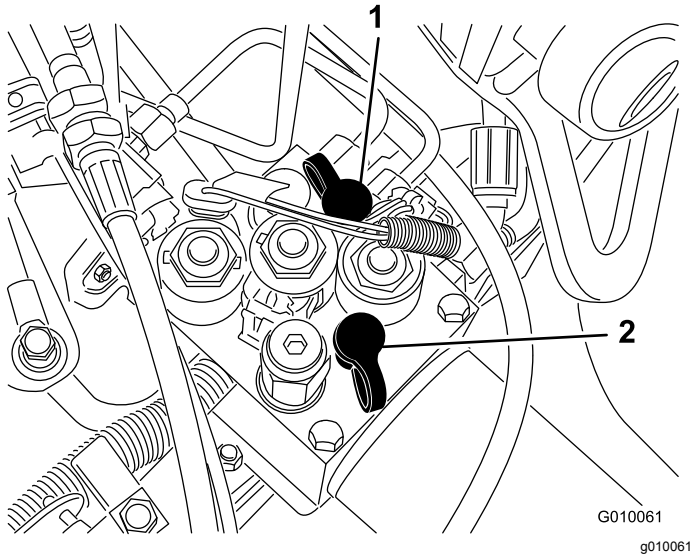

Figure 64
- La prise d'essai G2 (Figure 64) est utilisée dans le contrôle de la pression du circuit de charge.
- La prise d'essai G1 (Figure 64) est utilisée dans le contrôle de la pression du circuit de levage.